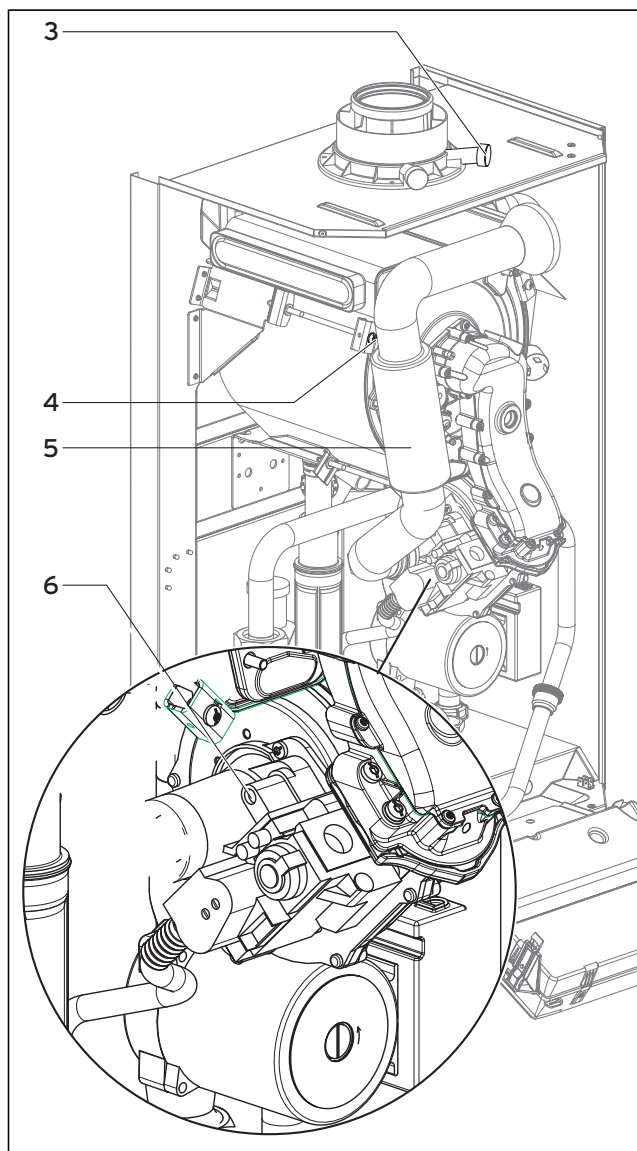

Рис. 5.4 Замер содержания CO_2 , Настройка коэффициента избытка воздуха (настройка газа)
- Выполните замер содержания CO₂ на измерительном штуцере (3) отходящих газов (рис. 5.4). Сравните измеренное значение с соответствующим значением в таб. 5.2.
- Если требуется выполнить настройку значения отходящих газов, отверните винт (4) и поверните воздухозаборную трубу (5) вперед на 90°.
- В случае необходимости, регулировочным винтом (6), установите соответствующие параметры отходящих газов (таблица 5.2).